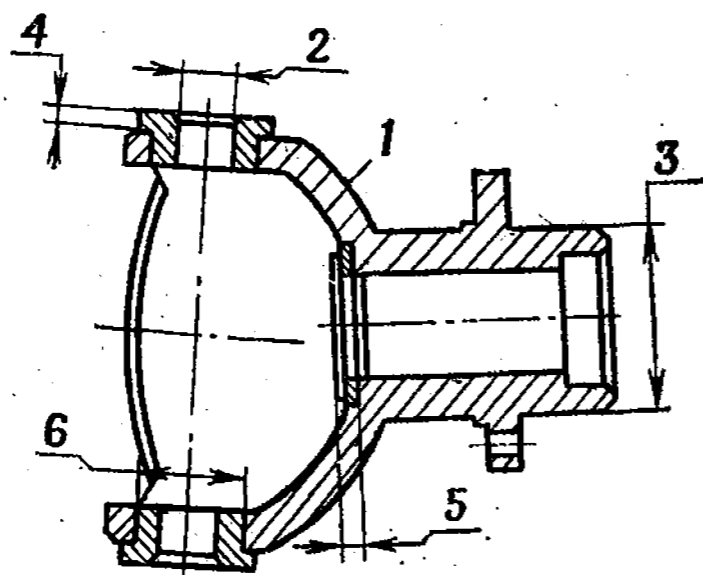

Рис. 127. Шаровая опора поворотного кулака в сборе
3. Шаровая опора поворотного кулака в сборе (рис. 127)